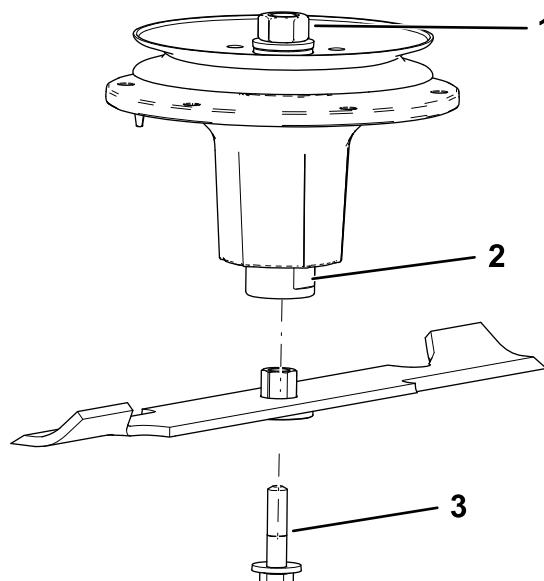

Bild 93
2. Montieren Sie die Buchsen-/Messerbaugruppe auf der Spindelwelle (Bild 93).